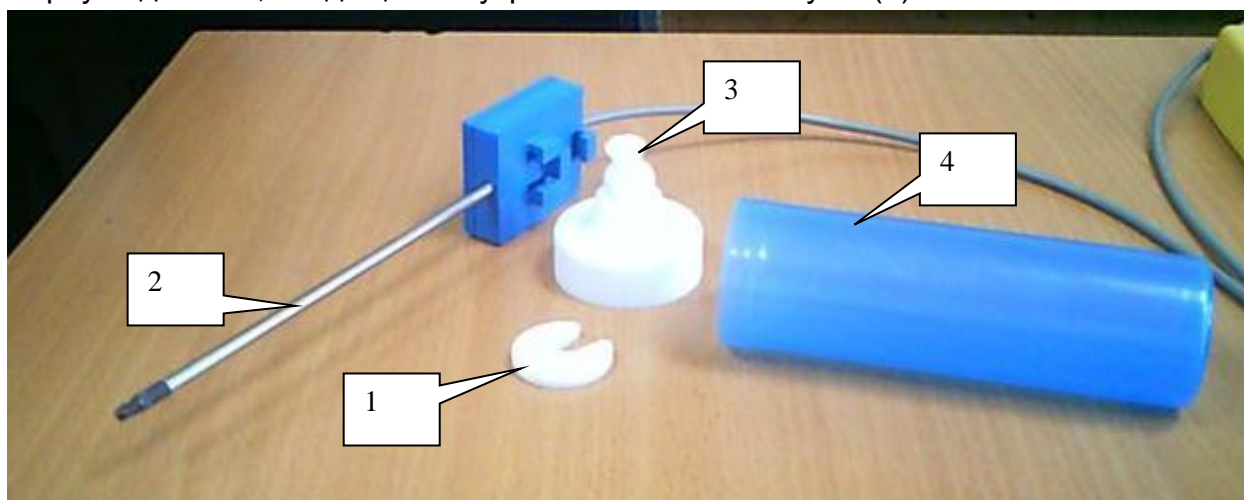

Рис.2
1. Соберите пластиковую ампулу и датчик температуры №1 в одну деталь (рис.2). Для этого предварительно соедините датчик температуры с крышкой ампулы: снимается зажимное кольцо (1); датчик температуры (2) аккуратно просовывается сквозь